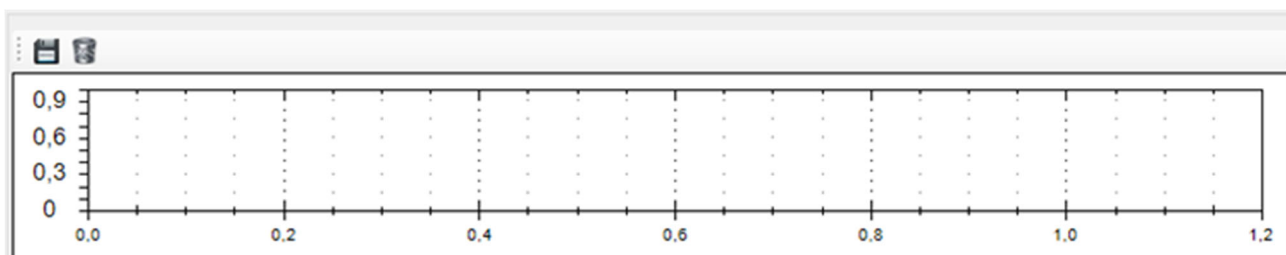

Рисунок 4 – Окно диаграммы
- при нажатии появляется диаграмма в рабочем поле программы (рисунок 4)